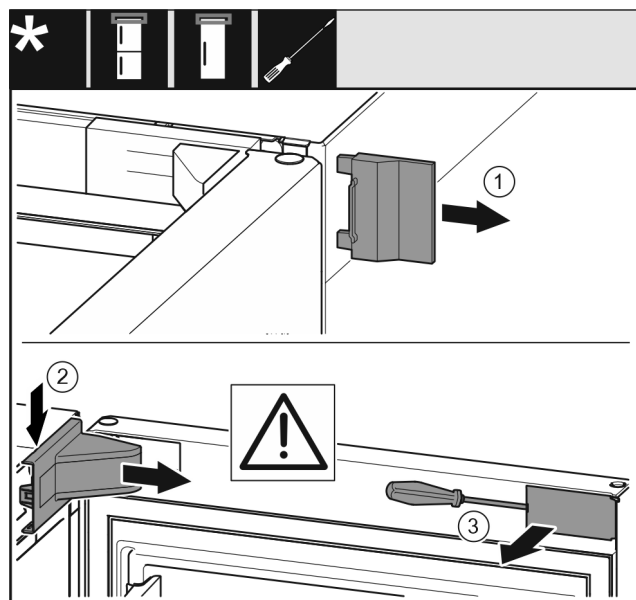

Fig. 11
- Sejměte vnější kryt Fig. 11 (1).
- Kryt stojanu ložiska Fig. 11 (2) uvolněte ze západek a vyjměte.
► Plochým šroubovákem vyjměte záslepku Fig. 11 (3) a otočte ji ke straně.